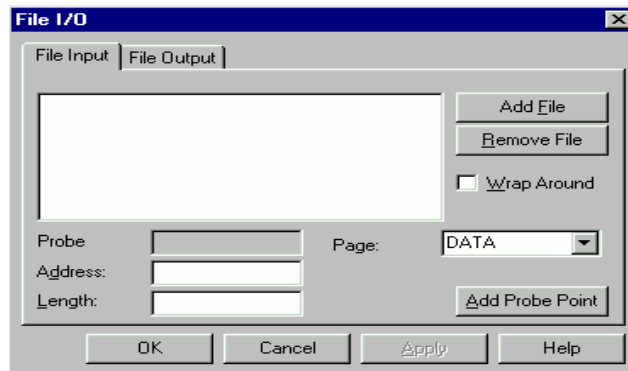

图 1-12 File I/O 对话框
(4) 单击  (Toggle Probe Point) 按钮，在空白区域 (selection margin) 处显示一个探针已被设置 (蓝色图标)。如果禁止空白区域 (**Option Customize Editor Properties**)，该行则以高亮蓝色显示 (可以通过 **Option Customize Color** 改变颜色)。
(5) 在 **File** 菜单中选择 **File I/O**，这时 **File I/O** (文件输入输出) 对话框显示出来，如图 1-12 所示，从中选择输入或输出文件。